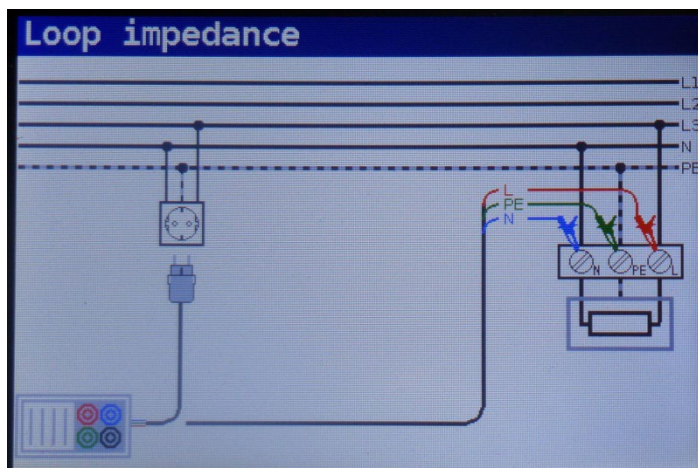

Abbildung 5-29 : Verbindung von Steckerkabel und Universalprüfkabel
Schritt 2 Schließen Sie die Messleitungen an das Gerät an und folgen Sie dem in Abbildung 5.29 gezeigten Anschlussplan, um die Impedanz der Fehlerschleife zu messen.